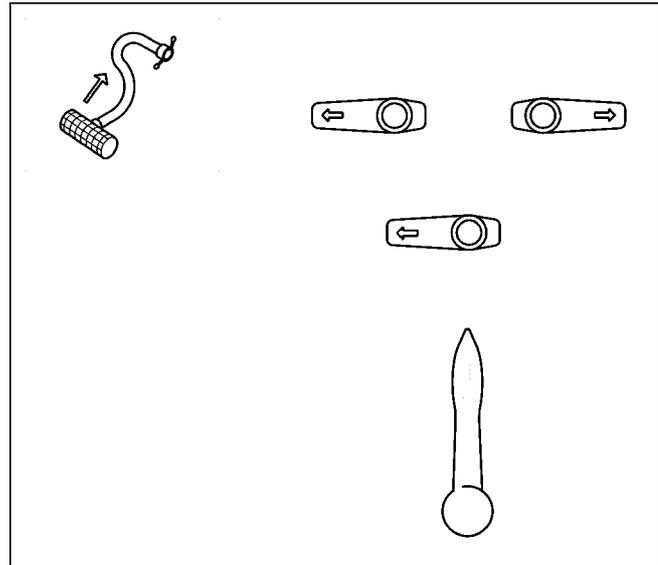

Fig. 10.5
1. Saugschlauch 2" (8m), Best.-Nr. 914398 (Fig. 10.5)